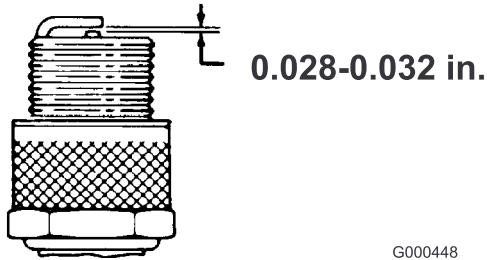

Bild 27
3. Stellen Sie den Abstand auf 0,7 bis 0,8 mm ein (Bild 27). Setzen Sie Zündkerzen ein, die den richtigen Abstand aufweisen, und ziehen Sie sie auf 23 Nm an.